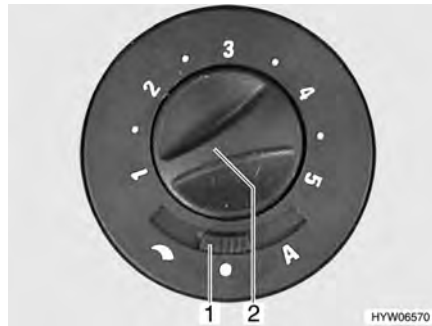

Bild 118 Reglage för cirkulationsfläkt
- Ställ skjutreglaget (Bild 118,1) på "☾" (manuell reglering) eller "A" (automatisk drift).
- Ställ in önskad effekt (manuell reglering) eller begränsa effekten (automatisk drift) på cirkulationsfläkten med vredet (Bild 118,2).
- Ställ skjutreglage (Bild 118,1) på "●" (från).